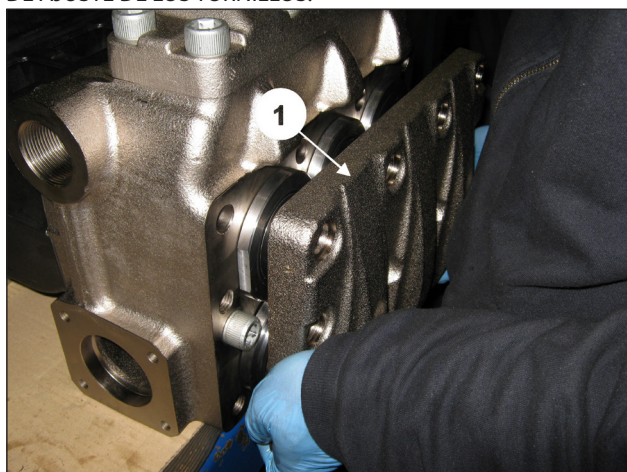
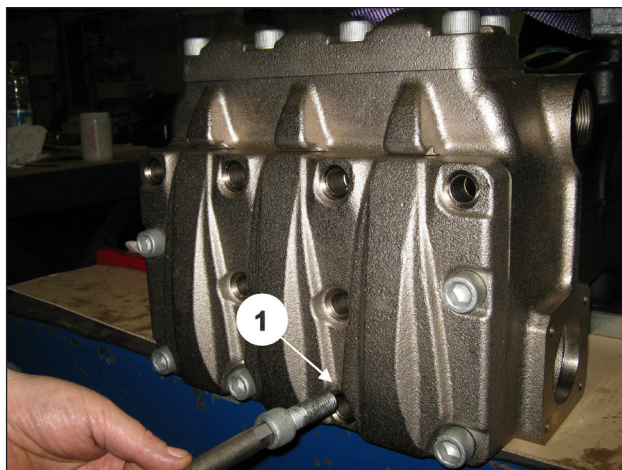

Fig. 140
Fig. 141
Tras terminar de montar los grupos válvula de aspiración y los casquillos de retén de las juntas, colocar la tapa de válvulas de aspiración (pos. ①, Fig. 140) y apretar los 6 tornillos M16x45 (pos. ①, Fig. 141) como se indica en el capítulo 3 CALIBRACIÓN DE AJUSTE DE LOS TORNILLOS.